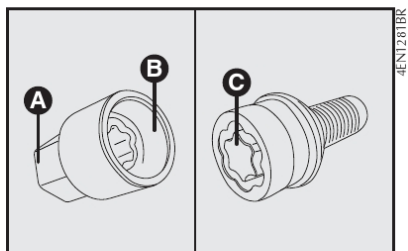

fig. 10
- O destravamento da roda deve ser realizado encaixando a extremidade **B-fig. 10** da chave soquete **fig. 10** no encaixe **C-fig. 10** do parafuso especial de retenção da roda.
Na extremidade **A-fig. 10** deve ser encaixada a chave de roda fornecida com o veículo;